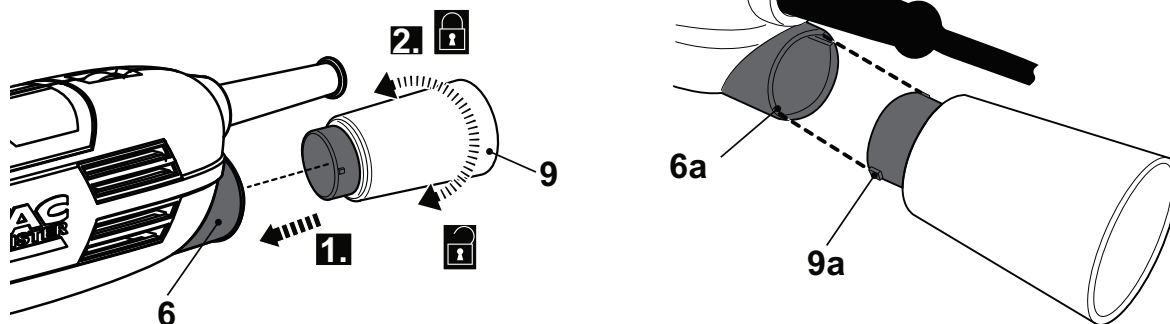

Fig. 3
- > Alignez les languettes [9a] sur les rainures [6a], puis insérez l'adaptateur pour aspirateur [9] dans la sortie d'extraction de poussière [6] jusqu'à la butée (Fig. 3, étape 1).
- > Tournez l'adaptateur pour aspirateur [9] dans le sens horaire pour le fixer en position (Fig. 3, étape 2).